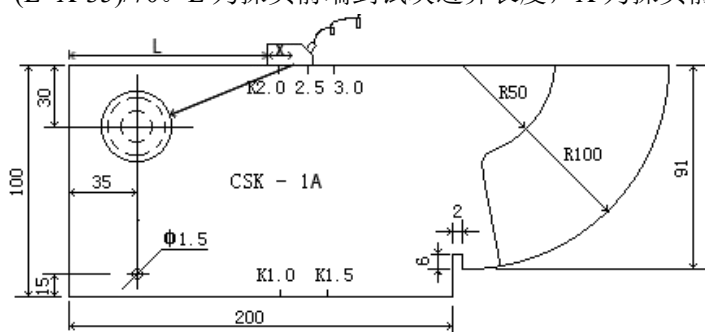

图 4-7
5、校准探头 K 值（角度）：将探头耦合到 CSK- I A 试块上前后移动，如图 4-7，使得 $\phi 50\text{mm}$ 的圆的反射回波到最高，用钢板尺量出 L，根据 $k=(L+X-35)/30$ 算出 K 值。如图 4-9，按 **探头** 键进入探头菜单，按 **▲**（上）或 **▼**（下）键调整到探头 K 值子菜单，再用 **◀**（左）或 **▶**（右）键调整，使数值等于计算出的 K 值。或者直接按 **波峰记忆** 键，自动校准探头 K 值。